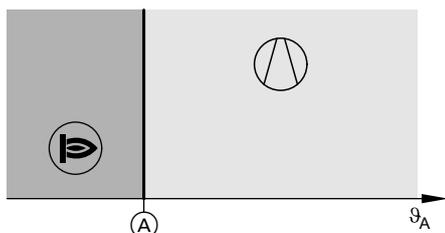
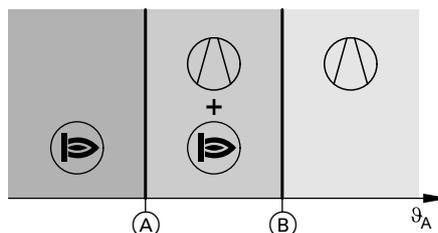

Abb. 14
Abb. 15
Der externe Wärmeerzeuger kann nach ökologischen oder ökonomischen Gesichtspunkten eingeschaltet werden (Regelstrategie). In beiden Fällen wird die optimale Außentemperaturgrenze (A) für den alleinigen Betrieb des externen Wärmeerzeugers von der Wärmepumpenregelung berechnet. Außentemperaturgrenze (A): Siehe Abb. 14 und Abb. 15.